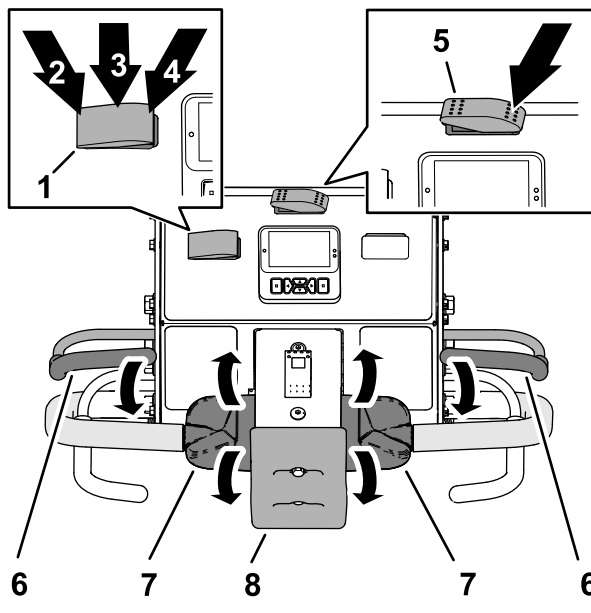

Bild 74
- Schalten Sie den Transport-/Aerifizierungsschalter in die TRANSPORT -Stellung (Bild 74).